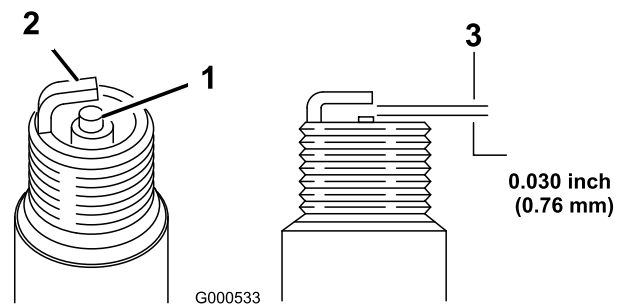

Figura 29
5. Fije el hueco entre los electrodos en 0.76 mm (0.030 pulg.) (Figura 29).